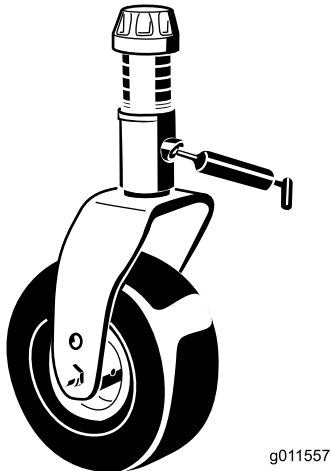

Figura 20
- Casquillos (2) del eje de la horquilla de las ruedas giratorias (Figura 20)